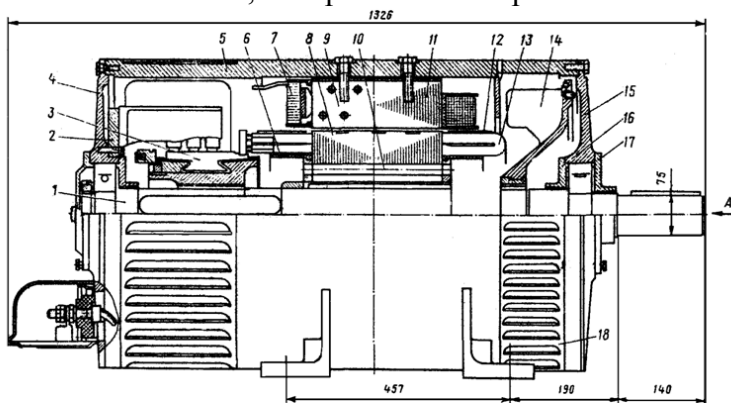

Рис. 5. Общий вид двигателя постоянного тока с высотой оси вращения $h = 280$ мм.
9. Назовите элемент 6, изображённый на рис. 5.